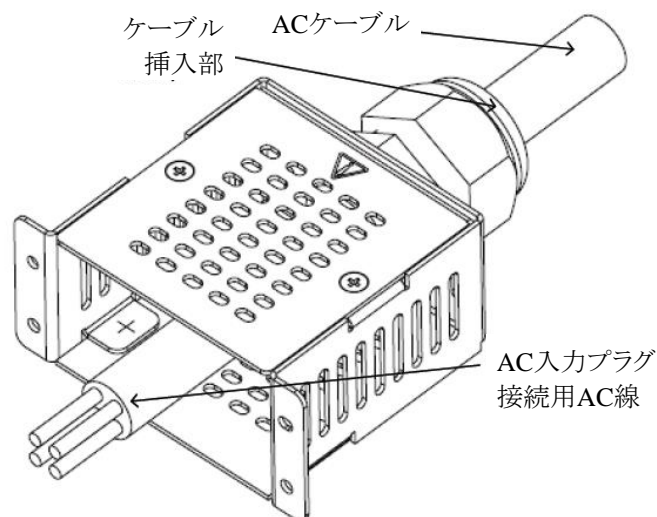

図4-15 ACケーブルの挿入方法 (G7.5kW)
3. 図4-15に示すように、ACケーブルを通せるようにストレインリリーフのケーブル挿入部を緩めます。その後ACケーブルをストレインリリーフのケーブル挿入部とストレインリリーフブラケットに通して取り付けてください。